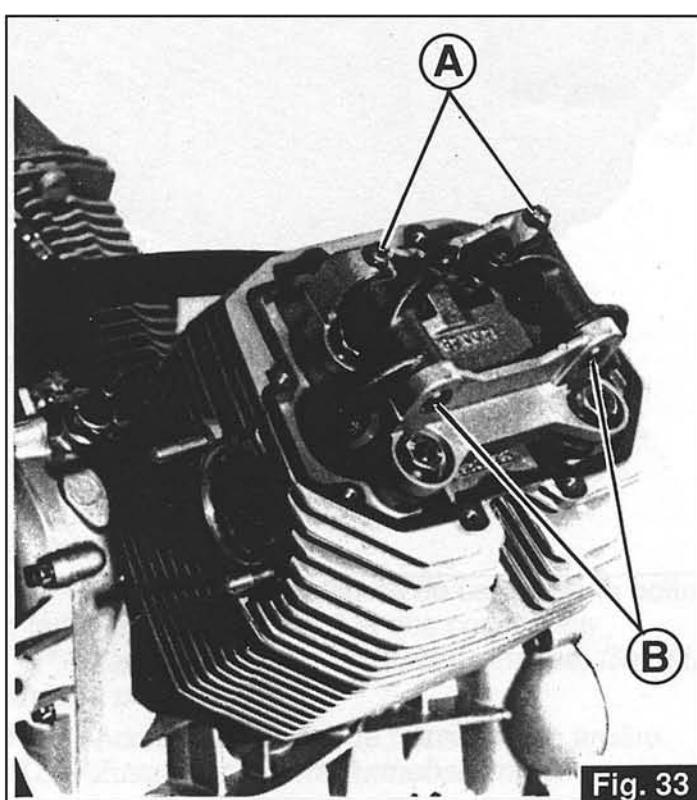

Fig. 33
- Retirez les 2 vis «A» et ôtez les axes des culbuteurs «B» à l'aide d'un tournevis (Fig. 33 et 33A).
- Die 2 Schrauben «A» abnehmen und die Zapfen der Kipphobel «B» herausziehen, dabei hilft man sich mit einem Schraubenzieher (Abb. 33 und 33 A).